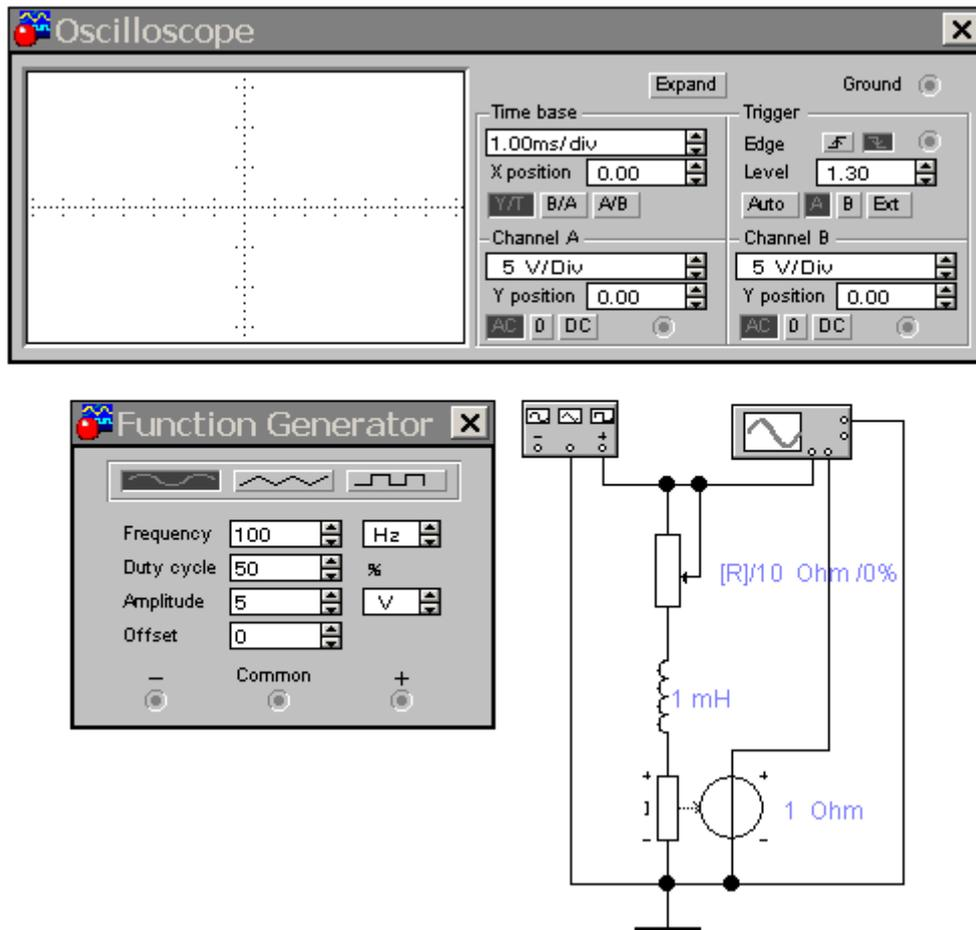

Рисунок 5.6 – Схема анализа  $RL$  цепи на переменном сигнале
5.2.5 Открыть файл `pr1.ewb` со схемой, показанной на рис. 5.6.